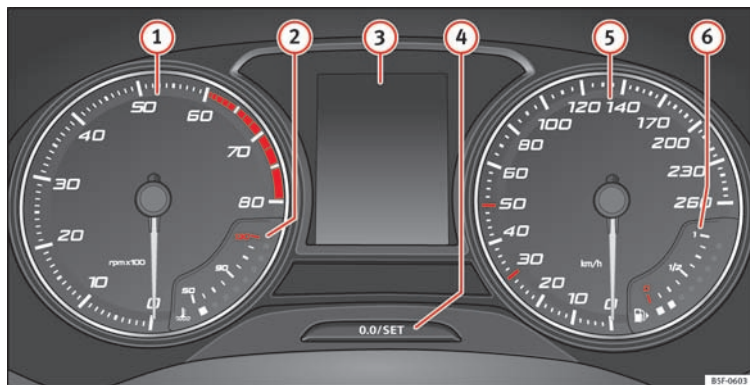

Fig. 122 Kombiinstrumentets display i instrumentpanelet
Omdrejningstællernålen ① »» Fig. 122 må kun stå i det røde område et øjeblik, ellers er der risiko for motorskade.
Omdrejningstælleren viser motoromdrejningstallet pr. minut »» Fig. 122 ①.
I kombiinstrumentets display »» Fig. 122 ③ kan der alt efter bilens udstyr blive vist forskellige informationer, når tændingen tilsluttes:
- Triptælleren kan nulstilles ved at trykke på knappen »» Fig. 122 ④.
- Hvis du trykker på knappen ④ og holder den inde i 3 sek., bliver den sidste værdi vist.
- Når klokkeslættet skal indstilles, skal du trykke knappen »» Fig. 122 ④ og holde den »»
Tryk på knappen » **Fig. 122 4** i mere end 15 sek. for at få vist bilens motorbogstaver. I den forbindelse skal tændingen være tilsluttet, og motoren skal være standset.
Kølevæsketermometeret **2** » **Fig. 122** virker kun, når tændingen er tilsluttet. For at undgå motorskader skal du overholde følgende anvisninger vedr. temperaturområderne.